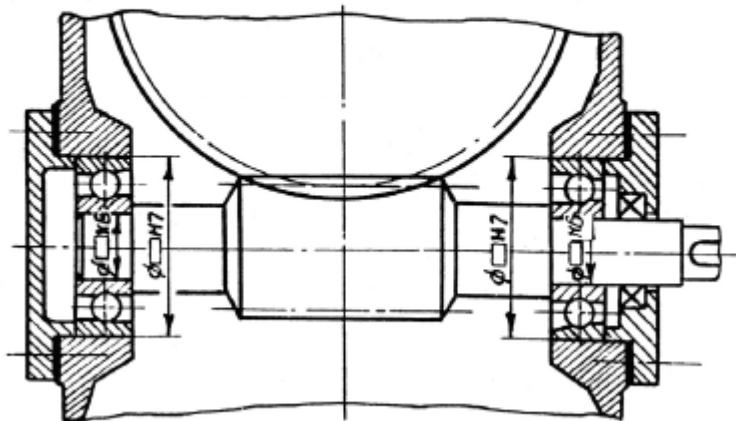

Рис. 6.7
**Задача 6.7.** Подобрать подшипники для вала червяка по схеме (рис. 6.7), если на подшипники действуют радиальные силы  $F_{R1}$ ,  $F_{R2}$  и осевая сила  $F_A$ . Коэффициент безопасности –  $K_B$ , коэффициент вращения  $V = 1$ , температурный коэффициент  $K_T = 1,0$ . Диаметры посадочных мест вала –  $d_B$ , частота вращения вала –  $n$ , срок службы подшипников –  $L_h$ .